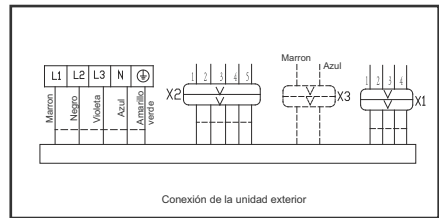

Fig 13
- 4) Realice las conexiones según las marcas en la placa de conexiones del diagrama (ver imagen 13).